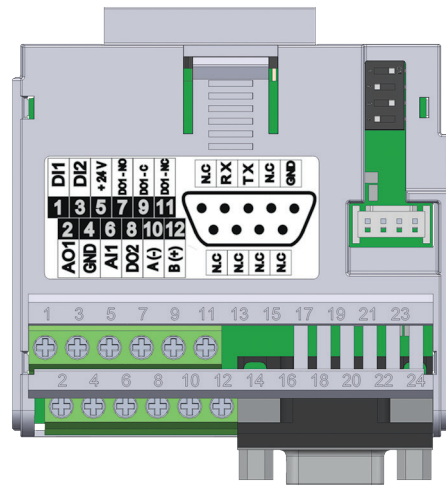

图 20.2: 插入模块CFW500-CRS232
CFW500-CRS232 插入式模块通过端子 10 (A-) 和 12 (B+) 处的 RS-485 端口提供串行 (1) 接口, 以及通过端子 10 (A-) 和 12 (B+) 处的 RS-232 端口提供串行 (2) 接口。标准连接器 Db9, 参见 图 20.2(第20-1页)。